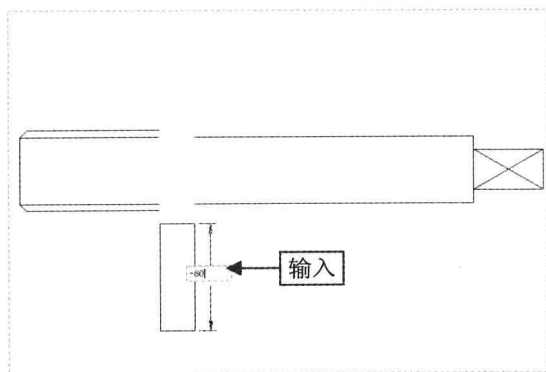

图 3-78 输入-80
Step 02 在尺寸数值上双击鼠标左键，在弹出的尺寸数值框中输入-80，如图 3-78 所示。